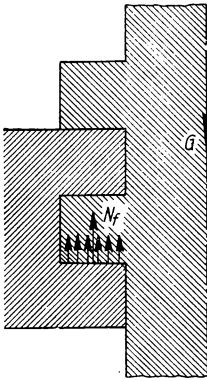
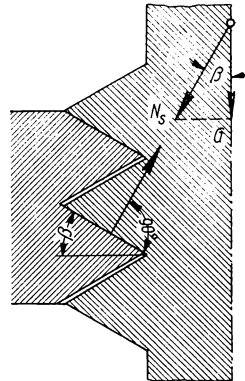

Bild 258
Bild 259
**Lösung: a)** Bei der flachgängigen Schraube sind die Normaldrücke  $N_t$  an den Gewindegängen parallel zur Achse der Last  $G$  entgegengerichtet (Bild 258), also  $N_t = G$ . Bei der scharfgängigen Schraube (Bild 259) dagegen wirken die Normaldrücke  $N_s$  senkrecht zu den tragenden Schrägflächen der Gewindegänge, also unter einem Winkel  $\beta$  geneigt zur Achse, wobei  $\beta$  der halbe Winkel an den Gewindespitzen ist. Die lotrechte Seitenkraft  $N_s \cos \beta$  muß der Last das Gleichgewicht halten; folglich  $N_s \cos \beta = G$  oder  $N_s = \frac{G}{\cos \beta} = \frac{N_t}{\cos \beta}$ .
Beim Whitworthschen Gewindesystem ist der Winkel an den Gewindespitzen (Bild 259)  $2\beta = 55^\circ$ ;  $\cos \beta = \cos 27\frac{1}{2}^\circ = 0,887$ .